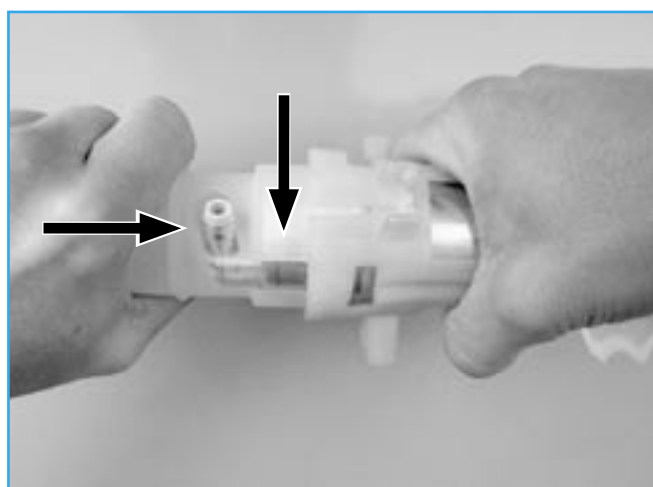

Fig. 10
- Ruotare lateralmente l'utensile in modo tale che il raccordo angolato della pompa faccia presa nella cavità dell'utensile (vedi ? fig. 10).